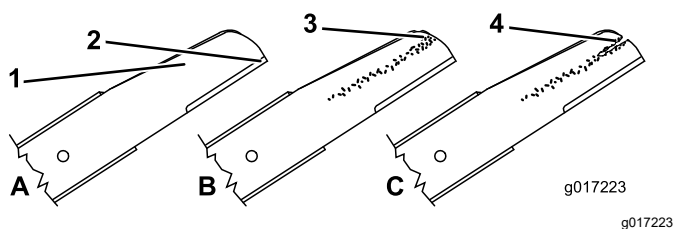
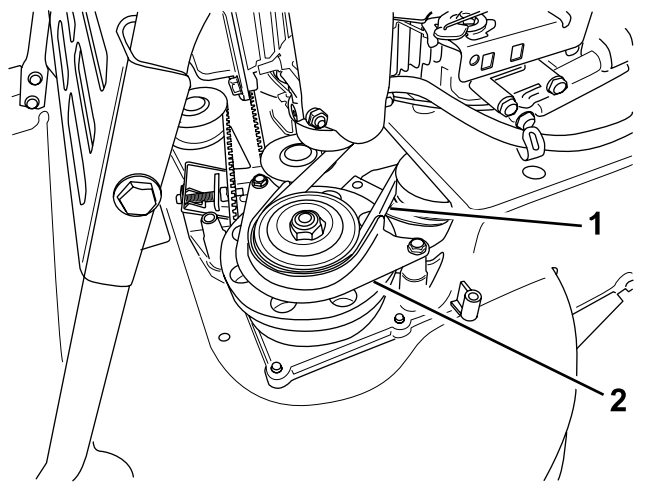

Figura 36
Figura 42
1. Inspeccione los filos de corte (Figura 36). Si los filos de corte no están afilados o tienen muescas, retire las cuchillas y haga que las afilen o cámbielas.
2. Inspeccione las cuchillas, especialmente la parte curva (Figura 42). Si observa cualquier daño o desgaste, o la formación de una ranura en esta zona (Figura 36), cambie las cuchillas inmediatamente por cuchillas nuevas.